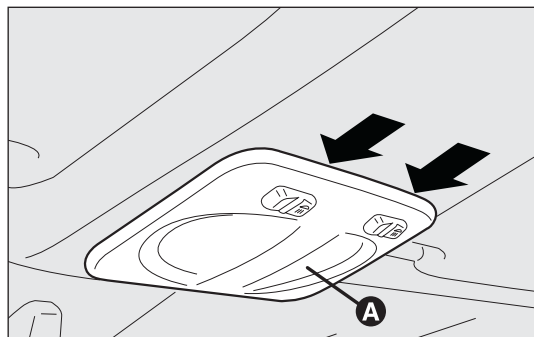
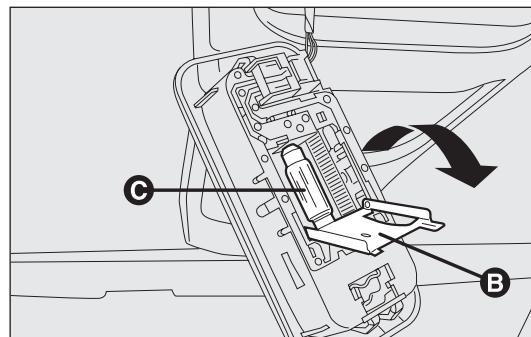

fig. 152
fig. 153
- agir sur les points indiqués par les flèches et enlever le plafonnier A-fig. 152 ;
- ouvrir le volet de protection B-fig. 153 ;
- remplacer les lampes C-fig. 153 en les dégageant des contacts latéraux et en s'assurant que les nouvelles lampes sont correctement bloquées entre les contacts proprement dits ;
- refermer la trappe B-fig. 153 et fixer le plafonnier A-fig. 152 dans son logement, puis vérifier qu'il soit bien bloqué.